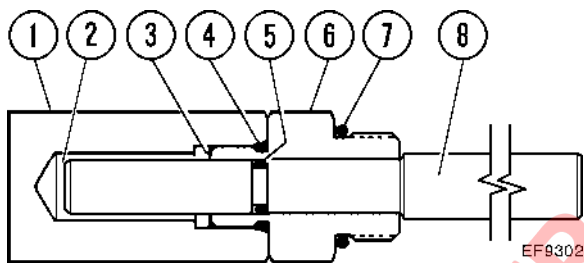

FIGURA 5-2. INDICADOR DESGASTE DE FRENO
El desgaste del disco de freno se debe revisar cada 1000 horas utilizando la herramienta indicadora de desgaste (EF9302), incluida en el grupo de herramientas embarcadas con el camión. Consulte la Figura 5-2. La herramienta indicadora de desgaste del disco de freno está inserta en un puerto que se abre al aceite de enfriado. Al sacar el tapón del orificio de inspección para insertar el indicador de desgaste de disco de freno se perderá parte de este aceite. Una planificación previa ayudará a minimizar esta pérdida de aceite. Considere programar las inspecciones de desgaste de disco de freno delantero junto con el cambio de aceite hidráulico y filtros de las 1000 horas. Siempre que se desmonten los neumáticos traseros se deben inspeccionar los frenos traseros para ver su desgaste. También considere obtener herramientas indicadoras de desgaste del disco de freno adicionales para mantenerlas en forma permanente en el camión. Si todos los conjuntos de freno están equipados con indicadores de desgaste de disco, no será necesario montar y desmontar en futuras revisiones.
a. Saque la cubierta (1, Figura 5-2) del indicador de desgaste.
b. Empuje el pasador (8) hasta que se tope contra el pistón del freno.
c. Mida la distancia desde la cara del extremo del pasador del indicador (2) hasta la cara de la caja (3).
- ☐ Si la cara del extremo del pasador del indicador (2) está al mismo nivel de la cara de la caja (3) o más abajo, es señal de que el paquete del disco está desgastado más allá de los límites de seguridad. Se debe programar la reconstrucción de los frenos.
- ☐ Si la cara del extremo del pasador del indicador (2) se extiende sobre la cara de la caja (3), el desgaste del disco de freno está dentro de los límites aceptables.
7. Saque el pasador (8) hasta que tope en la caja de la herramienta (6). Monte la cubierta (1).
NOTA: Si se observan fugas alrededor de la herramienta indicadora de desgaste del disco de freno, cambie los O-Rings (4, 5 y 7, Figura 5-2).